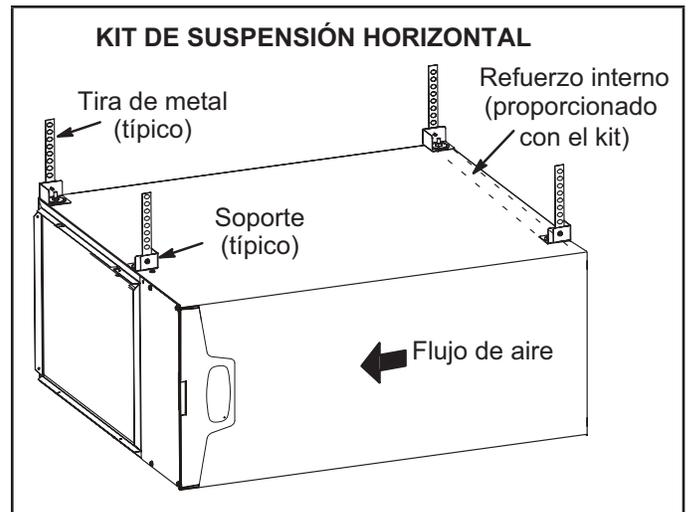
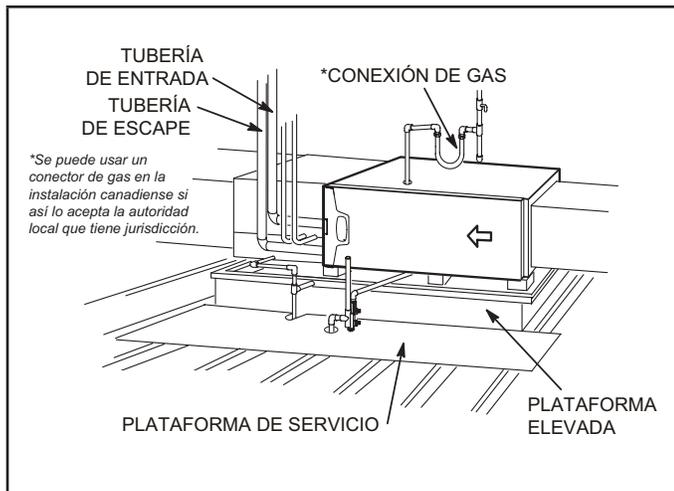

Figura 18
Figura 19
Este calefactor puede instalarse ya sea en un ático o en un espacio entre plantas. Ya sea cuelgue el calefactor de los travesaños del techo o de las vigas del piso, tal como se muestra en la Figura 18, o instale el calefactor sobre una plataforma, tal como se muestra en la Figura 19. Se puede ordenar un kit de suspensión horizontal (51W10) de Lennox o usar un equivalente.
- 2 - Construya un marco de madera elevado y cúbralo con una lámina de madera terciada. Si la unidad se instala arriba del espacio acabado, instale un colector de drenaje auxiliar debajo de la unidad. Coloque la unidad en el colector de drenaje como se muestra en la Figura 19. Deje 8 pulgadas de espaciamiento de servicio debajo de la unidad para la trampa de condensado.